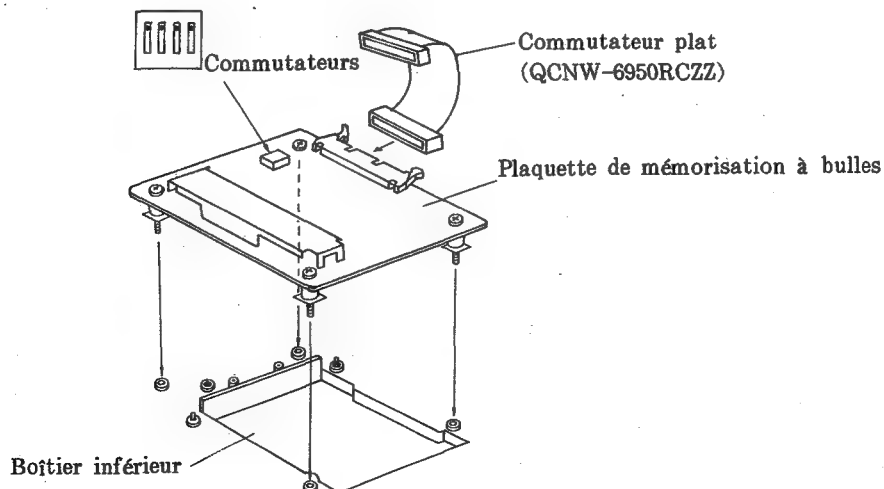

Fig. 18
(10) Raccorder le connecteur plat (QCNW-6950RCZZ) au connecteur situé sur la plaquette de mémorisation à bulles et installer la plaquette sur le boîtier inférieur avec les vis de fixation (4). (Voir la Fig. 18.)
(11) Vérifier que les commutateurs sur la plaquette de mémorisation à bulles soient réglés comme il est montré à la Fig. 18.